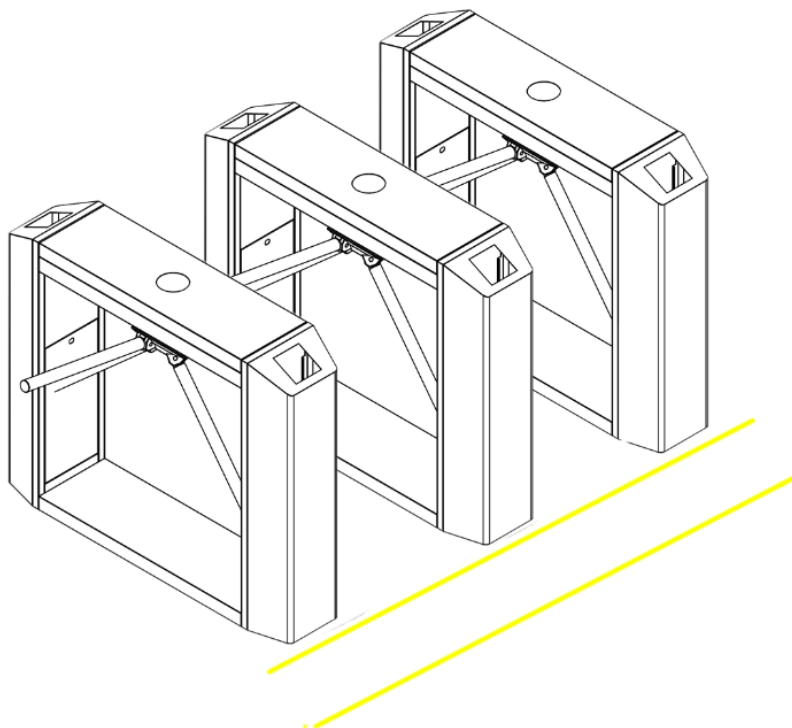

Figura 3-2
3. También se recomienda establecer una línea de advertencia para el pase de tarjeta (consulte la Figura 3-2). La línea de advertencia solicita a los usuarios que deslicen las tarjetas en un área en particular, lo que reduciría en gran medida la probabilidad de falla del equipo causada por operaciones incorrectas.